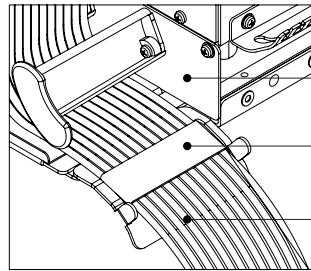

Figura 10A
3. Después de la instalación de todos los cordones, fíjelos en la salida del Sub-Rack utilizando el Velcro doble cara. (ver la figura 10A).